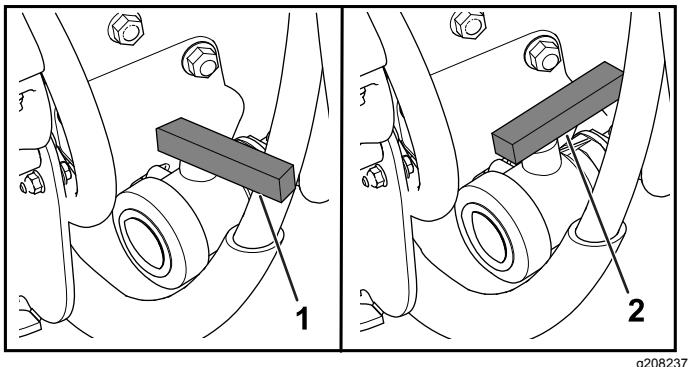

Bild 86
3. Öffnen Sie das Ventil und lassen alle nicht verwendete Lösung aus dem Behälter (Bild 86) aus.
4. Schließen Sie das Abflussventil (**Bild 86**).